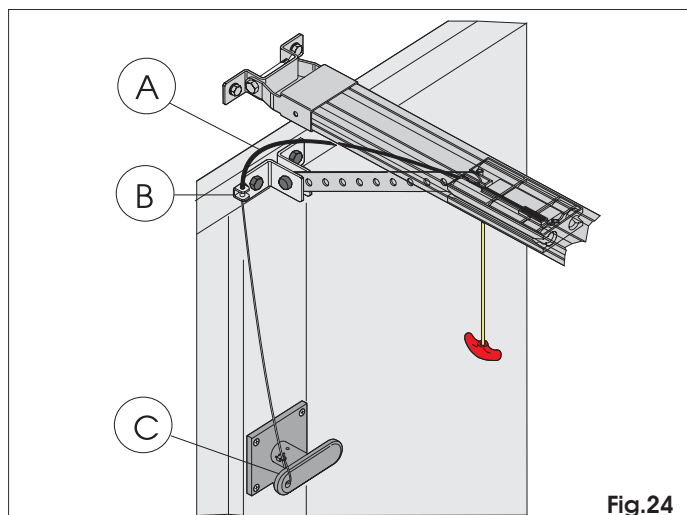

Fig. 24
- 1) Dociąć osłonę kabla na wymiar (Rys. 24 odn. A).
- 2) Włożyć kabel do osłony i przełożyć przez specjalne oczko mocowania na drzwiach (Rys. 24 odn. B).
- 3) Przyciąć kabel na wymiar i zamontować go do wewnętrznej dźwigni uchwytu odblokowania (Rys. 24 odn. C).